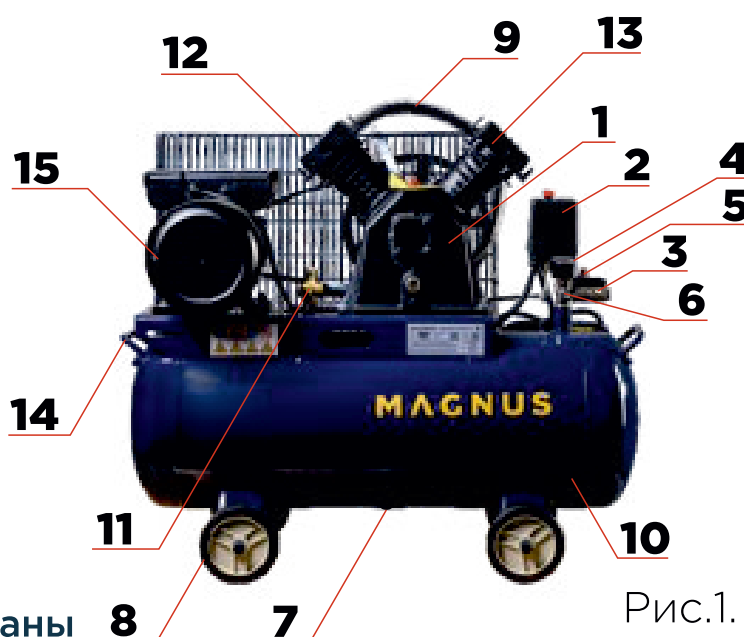

Рис.1.
- После 50 часов использования компрессора слейте конденсат. Для этого надо открутить дренажную пробку 7 (Рис.1).